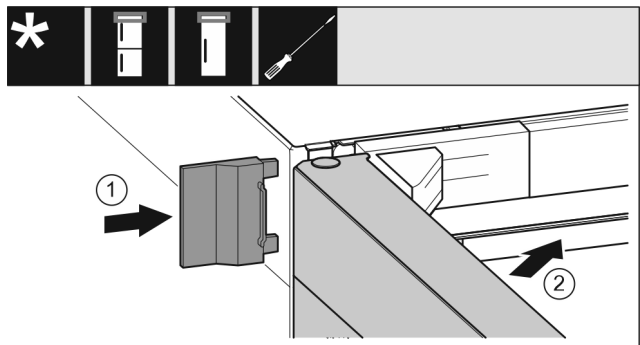

Fig. 35
- ▶ Buitenste afdekking erop schuiven. Fig. 35 (1)